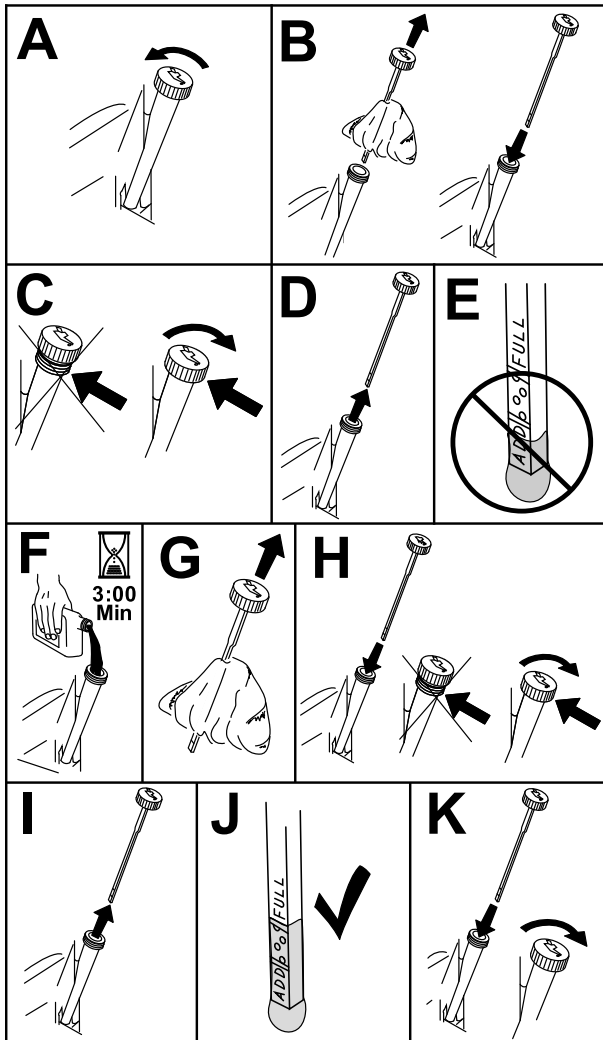

Figura 41
- Per tenere lo sporco, gli sfalci d'erba, ecc, lontani dal motore, pulite l'area attorno al tappo del serbatoio dell'olio e all'asta di livello prima di rimuoverlo (Figura 41).